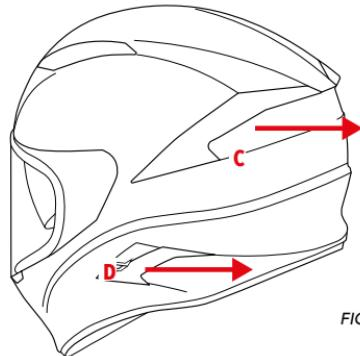

FIGURA 7
■ ■ ■ ESTRAZIONE PRESA D'ARIA POSTERIORE – C – Figura 7
■ ■ ■ ESTRAZIONE D'ARIA LATERALI – D – Figura 7